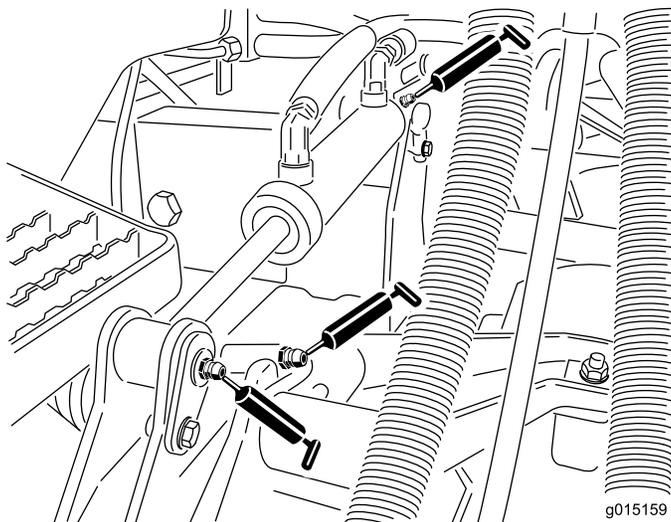

Bild 50
- Hubarmbüchsen (1 pro Mähwerk) (Bild 50)
- Hubzylinderbüchsen (2 pro Mähwerk) (Bild 50)